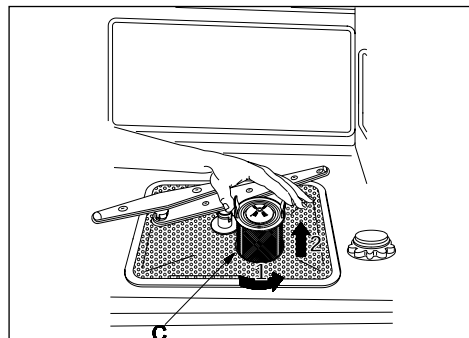

Abb. 16a
### Edelstahl Filter (siehe Abb. 16a, 16b, 16c, 16d)
- Den unteren Sprüharmschild (G) entfernen.
- Die Filtergruppe (C) entfernen. Die Lippen leicht zusammendrücken und die Filtergruppe linksdrehend lösen (1). Nehmen Sie den Filtersatz senkrecht heraus (2) (siehe Abb. 16a).